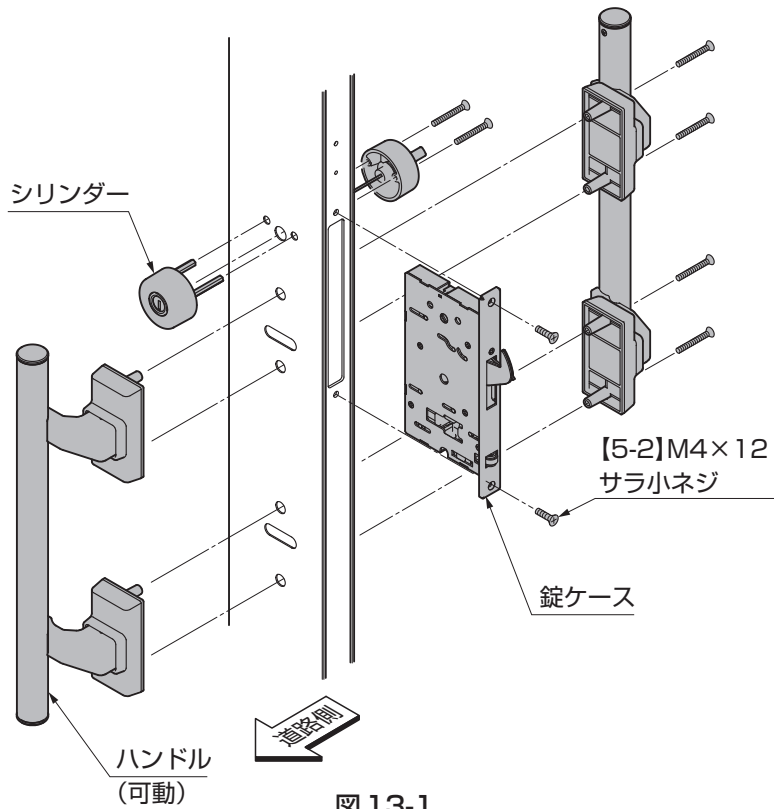

図 13-1
- ① 錠ケースを挿入し、ハンドルとシリンダーを固定してください。
- ② 錠ケースを[5-2]で固定してください。(図 13-1 参照)